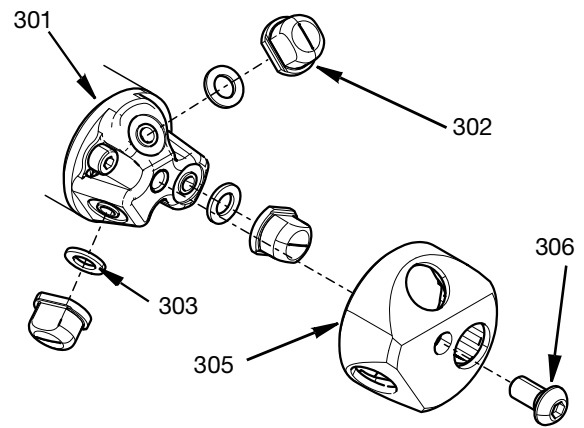

FIG. 4
1. Üç nozül salmastra contasını (303) nozül kafasının (301) eşleşen girintilerine yerleştirin.
2. Nozüller (302), nozül kapağına (305) geçecek şekilde yerleştirilmelidir.
3. Nozüllerin takılı olduğu nozül kapağı, başlığın ortasındaki M6 altıgen başlı vida (306) kullanılarak nozül başlığına (301) sıkıca sabitlenmelidir. 29,2 in-lbs (3,3 N•m) torkla sıkın. Bkz. FIG. 4.